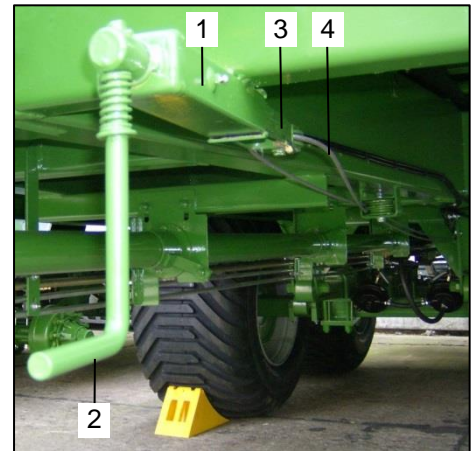

Bild 80: Feststell- Bremse
Achten Sie darauf, dass der Seilzug (Bild 80 / Pos.4) nicht auf anderen Maschinenteilen aufliegt, bzw. scheuert. Bei ganz gelöster Feststell- Bremse soll das Bremsseil (Bild 80 / Pos.4) leicht durchhängen.
- Drehen Sie die Handkurbel (Bild 82 / Pos.1) solange gegen den Uhrzeigersinn, bis der Seilzug (Bild 80 / Pos.4) entspannt ist und somit die Bremse gelöst ist.
- Drehen Sie die Handkurbel (Bild 82 / Pos.1) im Uhrzeigersinn bis der Widerstand fühlbar größer wird und die Bremse über den Seilzug (Bild 80 / Pos.4) angezogen ist.